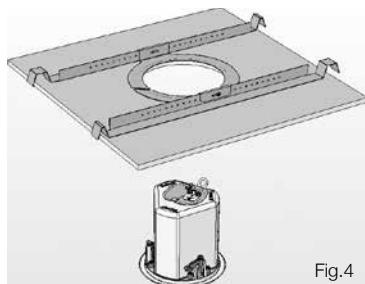

Fig.4
4. Introduzca el bloque del altavoz a través del agujero y gire los tornillos de la parte frontal del altavoz para que las palomillas de montaje queden en posición. Apriete los tornillos hasta que consiga una fijación estable. Si utiliza un destornillador eléctrico, le recomendamos un ajuste de tensión de 1.5 Nm. (Fig.4)